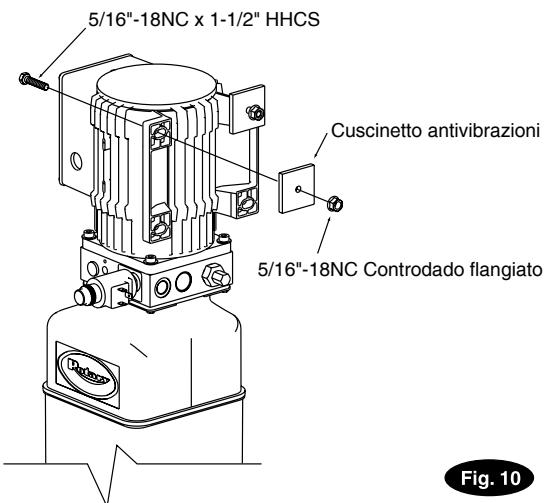
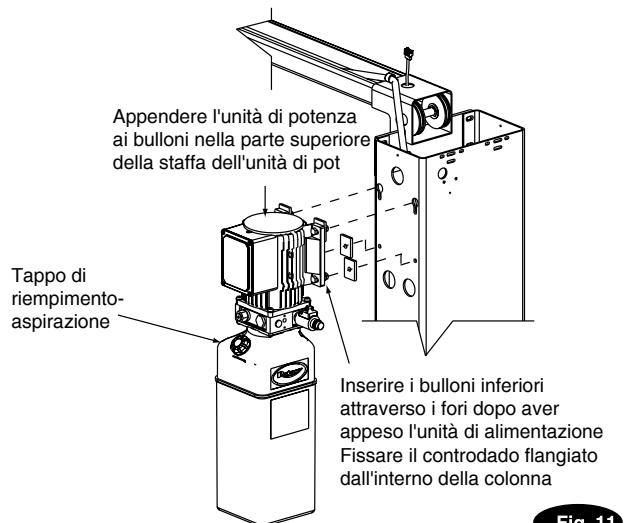
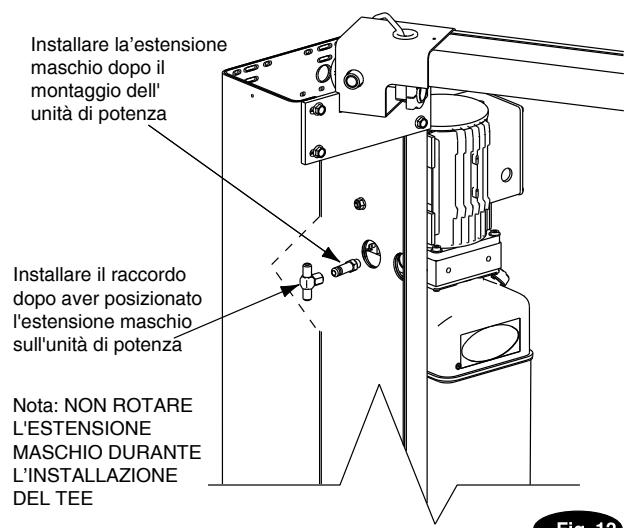

Fig. 10
Fig. 11
Fig. 12
Inserire (2)viti HHCS da 5/16"-18NC x 1-1/2" nei fori superiori della staffa dell'unità di potenza utilizzando il cuscinetto antivibrazioni pertenerlo in posizione, Fig. 10. Installare i dadi flangiati 5/16"-18NC fino a quando l'estremità del bullone è a filo con l'estremità del dado. Installare l'unità di potenza sull'estensione della colonna, Fig. 11. Far scorrere la combinazione bullone/dado nella serie di fori superiore e fino alla parte inferiore della scanalatura. Installare le HHCS, il cuscinetto antivibrazioni e le HHCS flangiate nei fori inferiori dell'unità di potenza e serrare. (Assicurarsi di collocare un cuscinetto antivibrazioni tra l'unità di alimentazione e l'estensione della colonna). Serrare le viti HHCS superiori e dado. Installare e serrare a mano l'estensione maschio alla pompa fino a quando l'O-ring è inserito, Fig. 12. Continuare a serrare il controdado a 14 - 20Nm (1,4-2,1kg-m), o finché il dado e la rondella non si sporgono dal collettore della pompa.
Installare il raccordo girevole femmina sulla prolunga maschio, Fig. 12. Utilizzare la procedura di serraggio dei raccordi svasati per serrare il raccordo girevole femmina alla prolunga maschio.